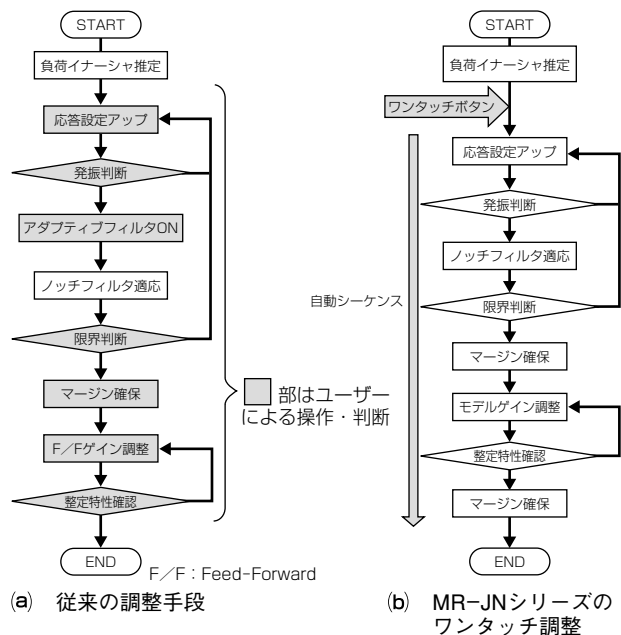

図2. 立ち上げ調整の比較
サーボの調整では、①機械の共振周波数、②負荷量、③動作速度やストロークが主要要素となる。従来は、パソコンをサーボアンプに接続し、調整用周辺ソフトウェアを使用して装置の発振状態を確認しながら共振を抑えるフィルタを設定、アンプの許容する負荷量や速度を考慮しながら応答性の上げ下げを繰り返す調整作業をマニュアル的に実施する必要があった(図2(a))。そのため、調整時間は1軸当たり30~60分を要し、良否判断は作業者に委(ゆだ)ねられていた。
この機能では、発振検知機能と調整処理のシーケンス化によって発振の判断からフィルタの設定、ゲイン(応答性)の調整、マージンの確保まで自動で実行する(図2(b))。発振検知機能は装置の発振をリアルタイムに検出するとともに周波数の解析によって最適なフィルタ設定を可能とする。